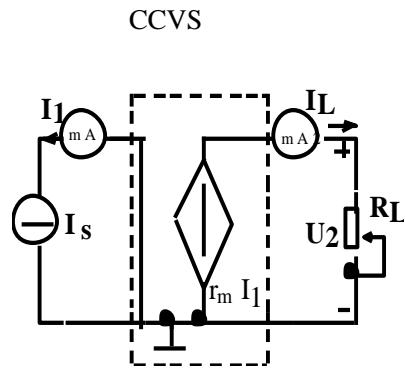

图 1-3
2. 测量受控源 CCVS 的转移特性  $U_2=f(I_1)$  与负载特性  $U_2=f(I_L)$  , 实验线路如图 1-3。